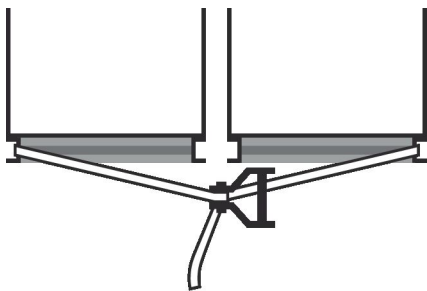

Рис. 12: Установка ремня натяжения
1. ▶ Наложите ремень натяжения на основание 2 компонентов установки (Рис. 12).